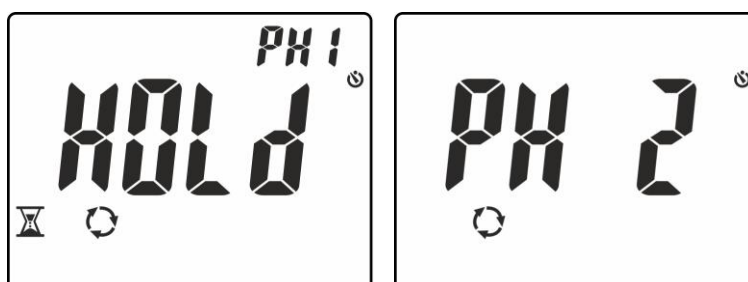

Fig. 14: Riconoscimento fase L1 e attesa per fase L2
4. In condizioni corrette di tensione e frequenza, lo strumento mostra il messaggio **"HOLD"**, i simboli  e **"PH1"** ed emette un suono continuo in attesa del riconoscimento di un valore stabile di tensione sulla fase L1 (vedere Fig. 14 – parte sinistra)
5. **Non rimuovere il puntale dalla fase L1** fino alla visualizzazione del messaggio **"PH 2"** lampeggiante a display (vedere Fig. 14 – parte destra)